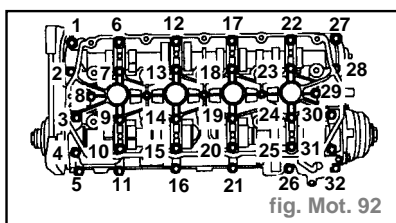

fig. Mot. 92
- Dans l'ordre illustré, desserrer progressivement les boulons, noter les positions des 4 boulons plus longs et enlever les 32 boulons maintenant le support d'arbre à cames sur la culasse (fig. Mot. 92).